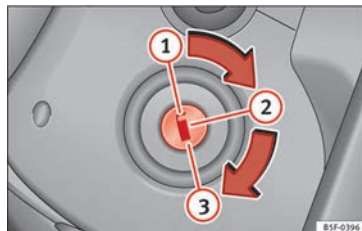

Abb. 197 Positionen des Fahrzeugschlüssels.
Fahrzeugschlüssel»» Abb. 197
3.	<p>Nur bei Fahrzeugen mit Dieselmotor: Zum Vorgeglühen den Schlüssel im Zündschloss auf die Position</p> <p>»» Abb. 197 ② drehen. Im Kombiinstrument leuchtet die Kontrollleuchte ⌘ auf.</p>